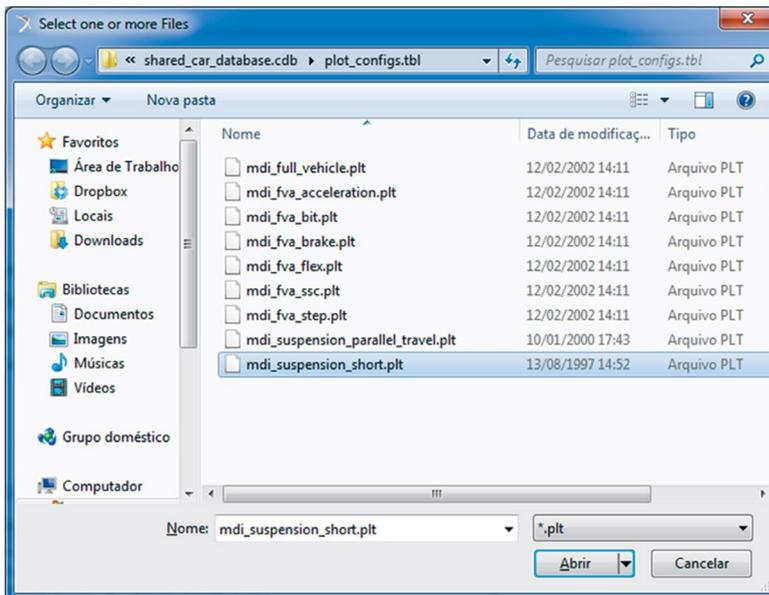

Figura 5.182 – Janela correspondente à definição de arquivo de configuração de gráficos.
- Na biblioteca do ADAMS/Car, já existem diversas opções disponíveis de configurações de gráficos. Nesse caso, como se está interessado nos resultados do *Assembly* relacionados à Suspensão, selecione a opção *mdi_suspension_short.plt* (Figura 5.182).